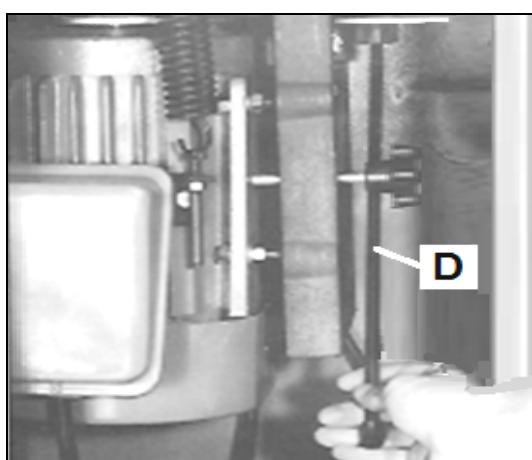

**Fig 11**
- 2) Montieren Sie den Fräsdorn (A, Fig 11), schrauben Sie ihn in die Differentialmutter (N). Die Differentialmutter zunächst nur leicht festziehen.